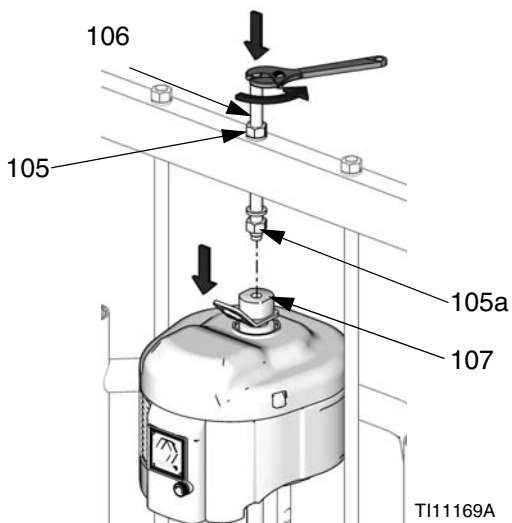

FIG.23 : Pour les moteurs pneumatiques NXT 2200-6500 équipés d'un plateau de 55 gallons
Desserrez l'écrou (105a) situé sous le stabilisateur. A l'aide de la clé, maintenez en place la manchette de raccordement de l'anneau de levage (107) et desserrez la tige filetée (106) située au-dessus du stabilisateur à l'aide d'une autre clé. Voir FIG.23.